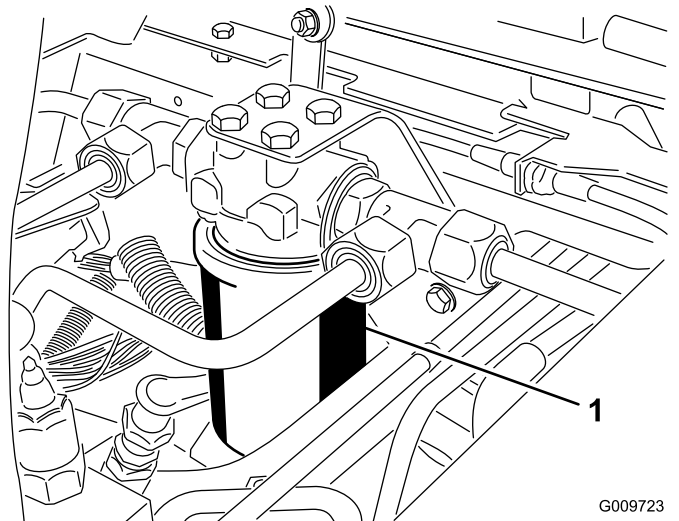
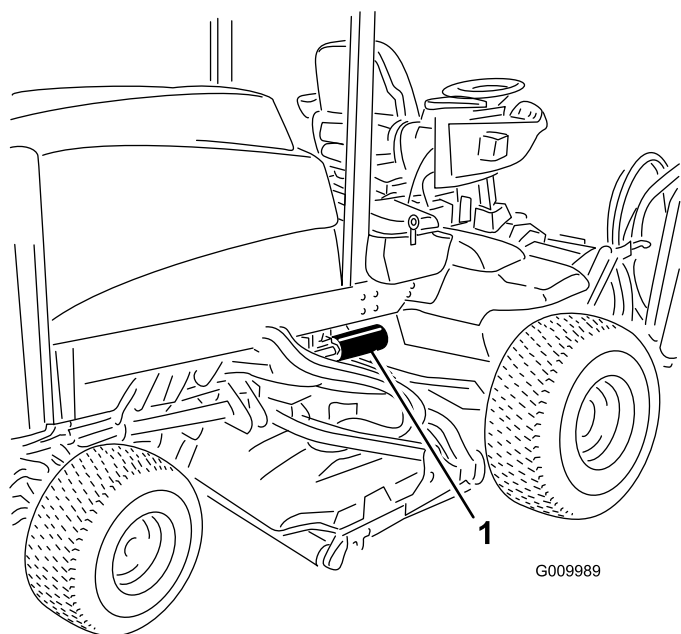

Рисунок 53
Рисунок 54
2. Очистите область вокруг места крепления фильтра. Подставьте под фильтр поддон, а затем снимите фильтры (Рисунок 53 и Рисунок 54).